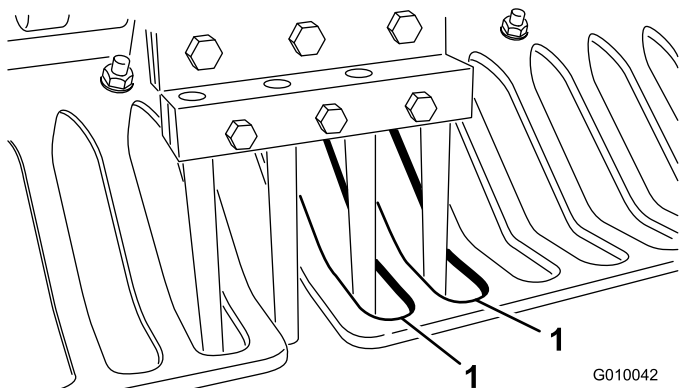

Рисунок 26
6. Проверьте, чтобы зубья были выровнены по центрам прорезей в травотбойниках (Рисунок 26). Отрегулируйте травотбойники должным образом и затяните гайки.